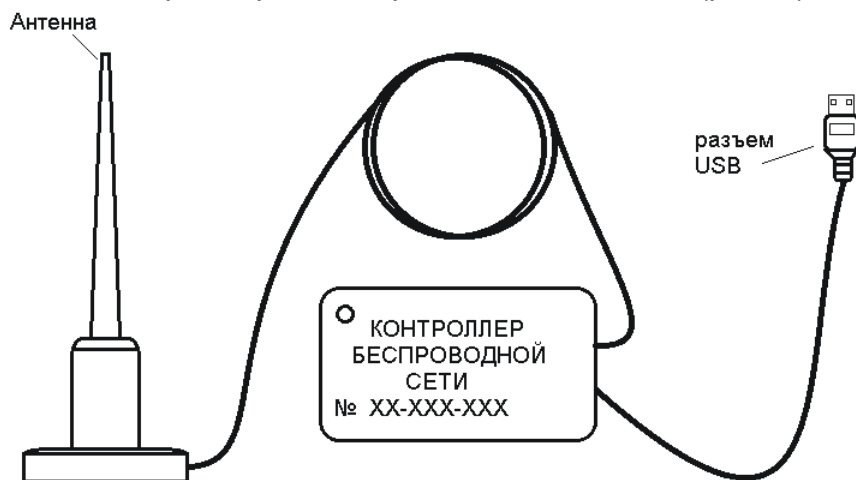

Рисунок 2 – внешний вид контроллера беспроводной сети КС-2
5.2 Станция обслуживания (СО) локальной сети (стационарный или мобильный пост оператора) представляет собой стационарный или мобильный компьютер (ПК), оборудованный Контроллером беспроводной сети КС-2 (рис. 2).